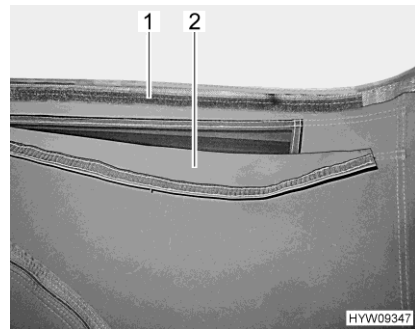

Bild 32 Lüftung (geöffnet)
- Stoffflasche (Bild 32,2) nach oben ziehen und am Klettband (Bild 32,1) andrücken.